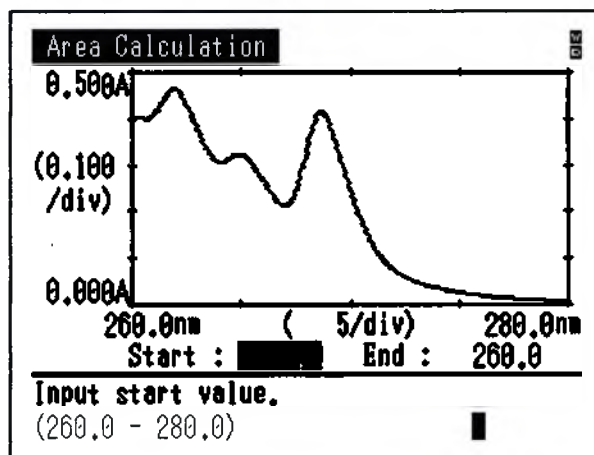

Рис. 13.25 Экран установки диапазона
При нажатии на клавишу **4** [Area Calc.] на экране опций обработки данных (Рис. 13.1) появляется экран установки диапазона для расчета площади (Рис. 13.25).
- 1 Нажмите клавиши   на экране установки диапазона (Рис. 13.25.) для появления курсора на экране. Нажимая эти клавиши, передвигайте курсор в нужную Вам начальную позицию диапазона, затем нажмите клавишу **ENTER**.